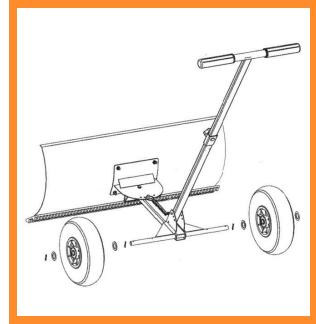

Bild . 4
5. Schieben Sie die Lufräder (Teil D) auf die Stangen (Teil J) auf beiden Seiten des Hauptrahmens (Teil I). Befestigen Sie eine große Unterlegscheibe und einen Haarnadelschlüssel an jedem äußeren Teil des Rades, um es zu fixieren (Bild 4).